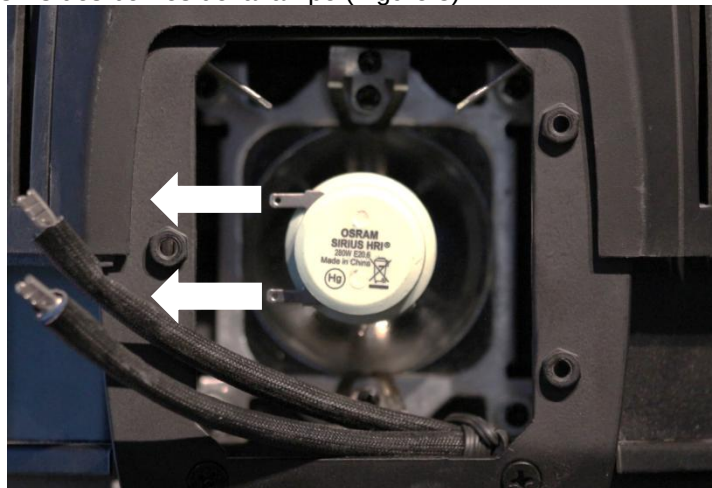

Figure 3 : Retrait des fils
- Retirez en douceur les fils des bornes de la lampe (Figure 3)